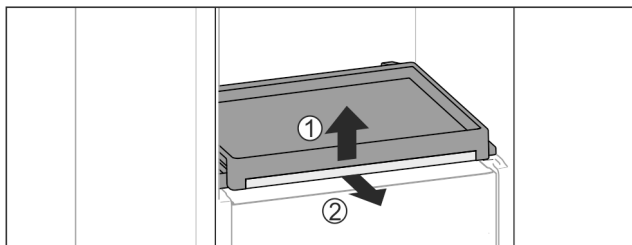

Fig. 108
- Sortir la bordure télescopique avec la tablette : Soulever légèrement la tablette par l'avant Fig. 108 (1) et la sortir vers l'avant Fig. 108 (2).